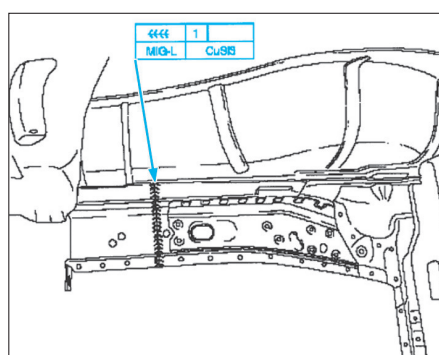

FIG. 79
- Ajuster le longeron. Appliquer de l'adhésif structural de carrosserie sur le longeron et le souder (Fig.79).